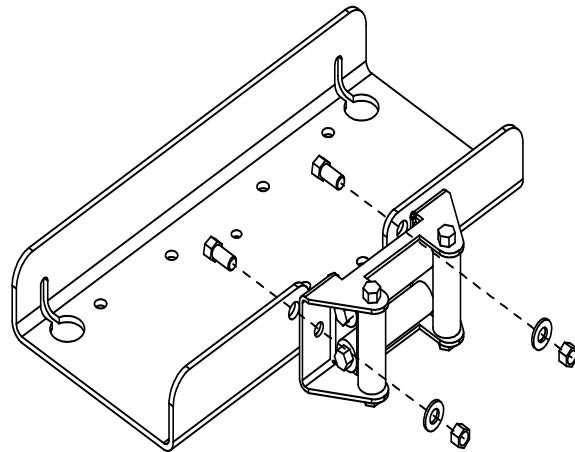

Figura 1
3. Instale la guía del cabrestante en la parte frontal de la placa de montaje (Véase Figura 1). Oriente la guía de rolete con las cabezas de los pernos orientadas hacia abajo para alinear el montaje. Utilice las piezas que se incluyen con la guía o 2 de las siguientes: tornillo de casquete de 3/8-16x 3/4 pulgadas (Grado 5 o superior), tuerca hexagonal de 3/8-16 y arandela de presión de 3/8. Apriete los pernos con un par de torsión de 41-47 Nm (30-35 pies-lb).